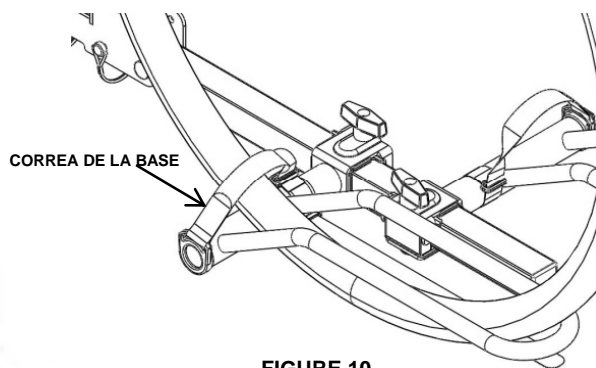

FIGURE 10
5. Pase las correas de la base de la rueda sobre las ruedas y asegure. (Fig 10)